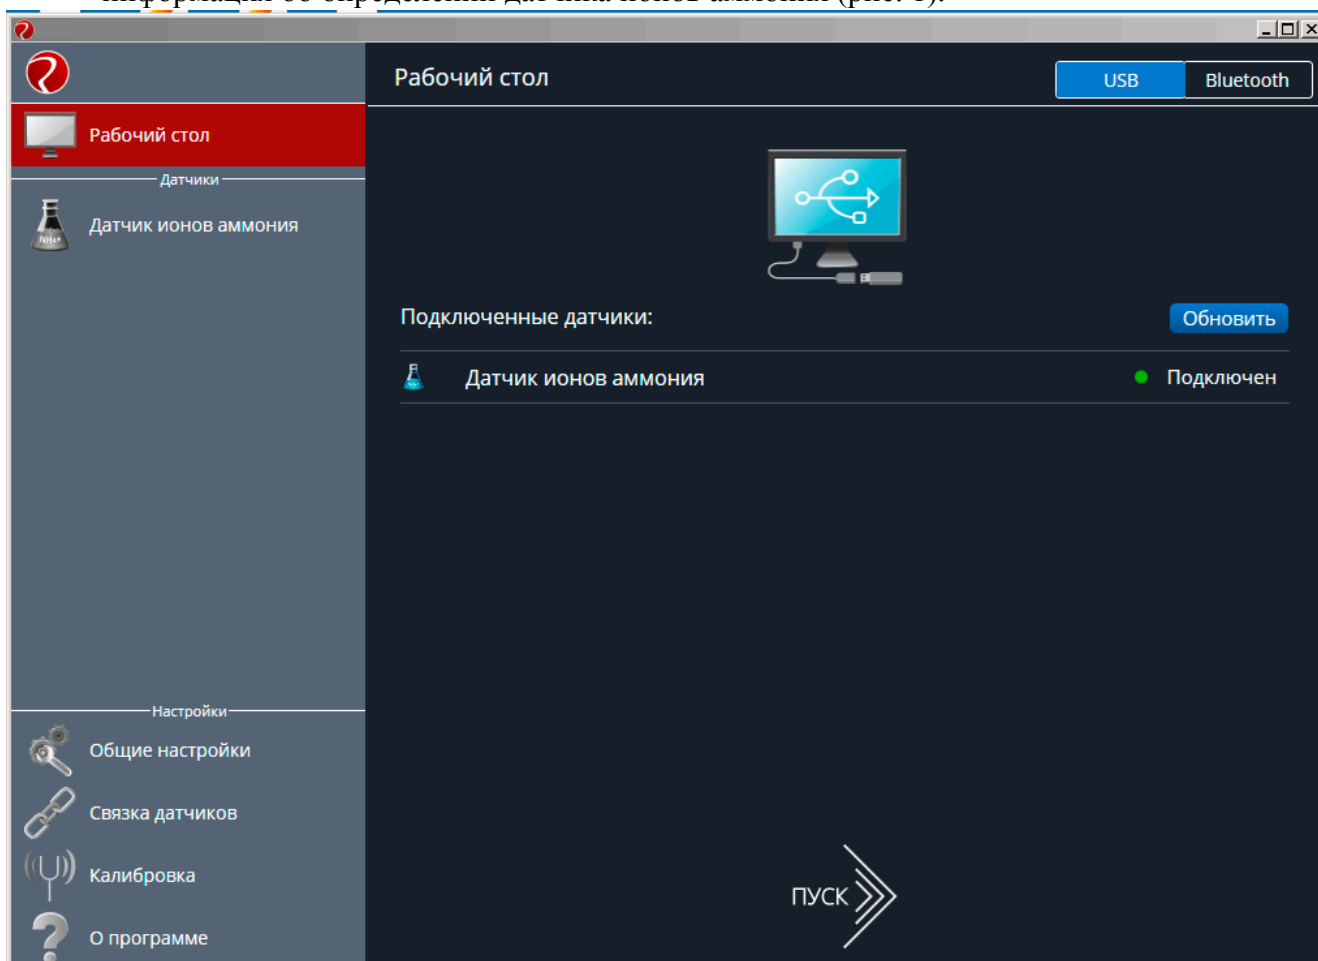

Рисунок 1 – Начальное окно работы Releon Lite 3.
- 2) Запустить программу Releon Lite 3. На первом экране программы должна отображаться информация об определении датчика ионов аммония (рис. 1).